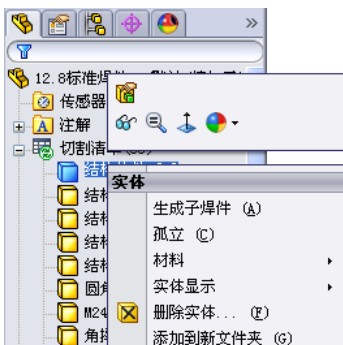

图 12-17 快捷菜单
- 04 单击鼠标右键，在弹出的快捷菜单中选择【生成子焊件】命令，如图 12-17 所示。